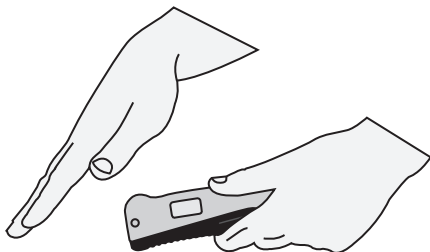

Рисунок 4
Прикоснитесь к прибору несколько раз ладонью со стороны датчика переменного тока (4) (рис. 4). Исправный прибор должен реагировать звуковым и световым индикаторами в момент касания ладони.